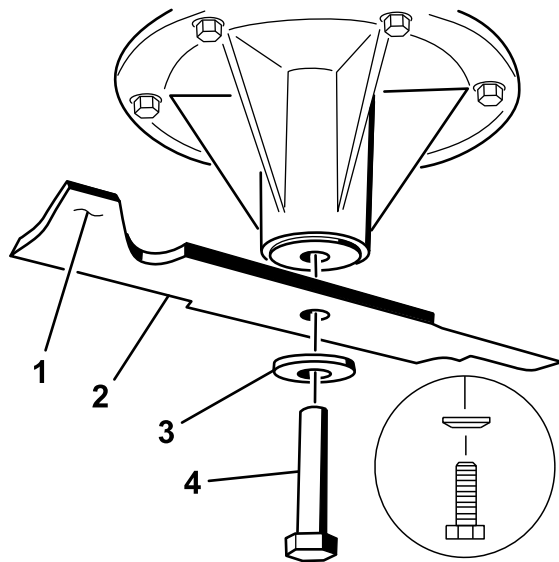

Figura 99
2. Retire del eje el perno de la cuchilla, la arandela curva y la cuchilla (Figura 99).
1. Instale la cuchilla en el eje (Figura 99).
2. Instale la arandela curva y el perno de la cuchilla (Figura 99).